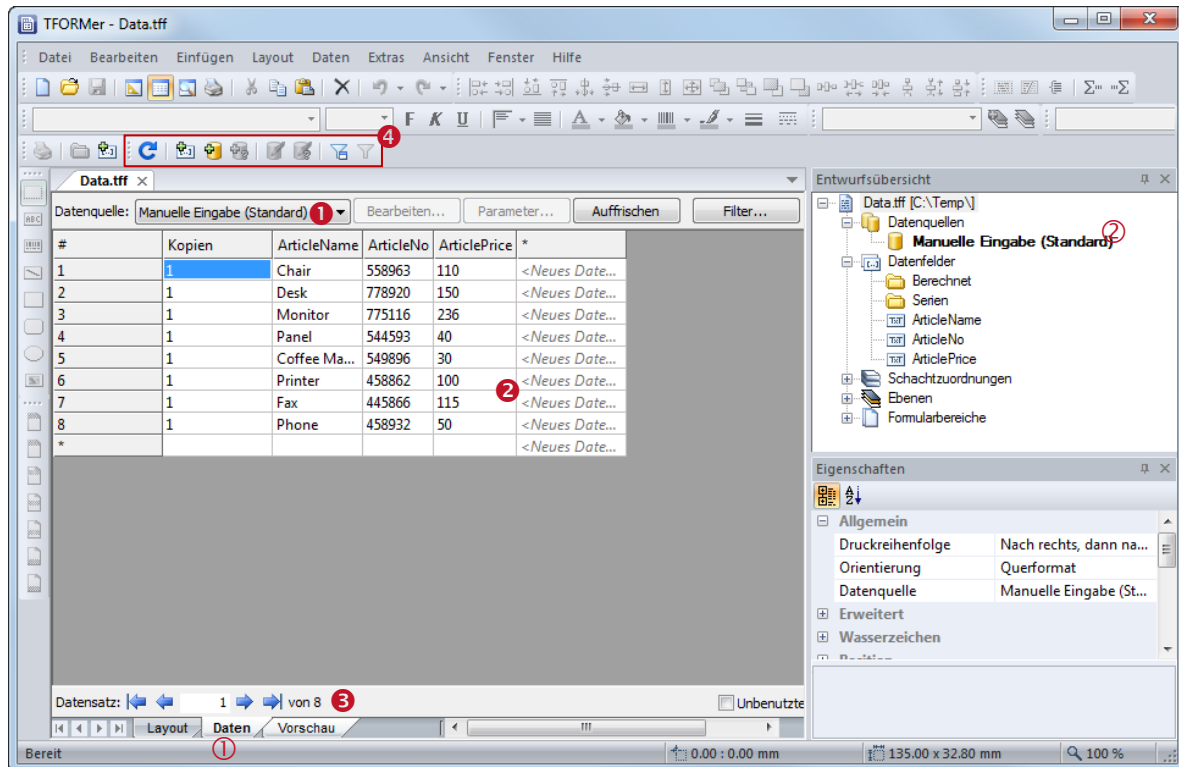

Abbildung 49: Datenansicht
Um zur Datenansicht zu wechseln klicken Sie unten im Programmfenster auf den Reiter „Daten“ ① (siehe Abbildung 49 unten), oder wählen Sie **Daten ► Datenansicht** aus dem Menü. Alternativ verwenden Sie das Tastenkürzel **Strg+D**.
- Verwenden Sie die Datenquellenauswahl in der Datenansicht um zur gewünschten Datenquelle zu wechseln. (siehe Abbildung 49, .